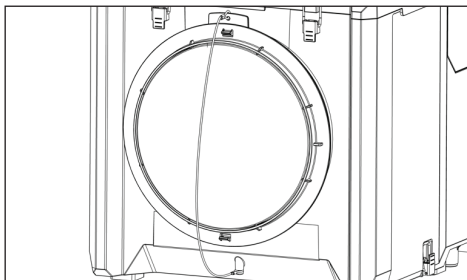

Fig. 7: Coperchio della presa d'aria (posizione di chiusura)
- ▶ Chiudere il coperchio della presa d'aria (Fig. 7) prima del trasporto. In questo modo si evita la fuoriuscita di polvere dall'apparecchio nell'ambiente.